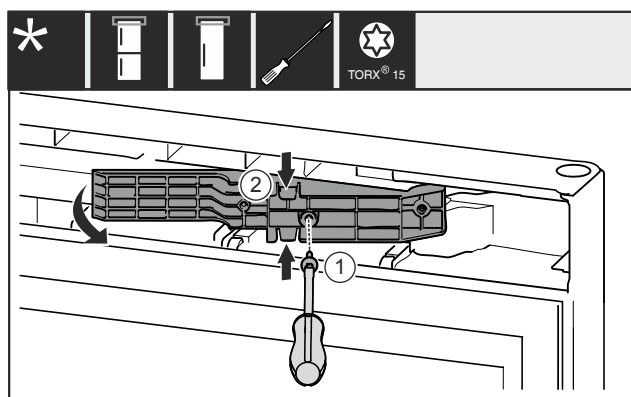

Fig. 12 *
- Odstraňte šroub Fig. 12 (1)*
- Adaptér Fig. 12 (2) nahoře a dole mírně stlačte k sobě a vytáhněte.*